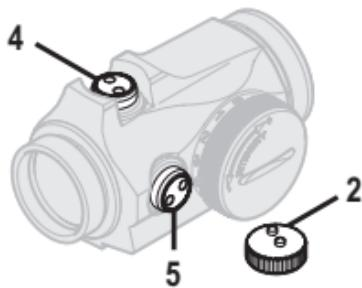

Рис. 3. Колпак
- d Для проворачивания регулировочных винтов используйте колпак регулировочного механизма (2) или ключ (13А). Установите выступы колпака регулировочного механизма (2) в углубления регулировочных винтов (4) и (5). См. рисунок 3.